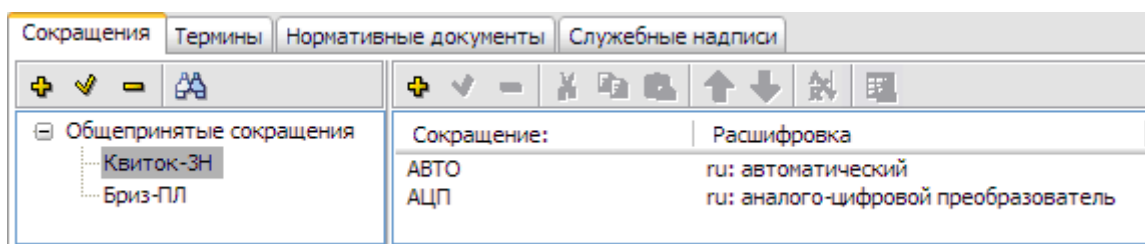

Рис. 7.13
6. Нажмите на кнопку **Импорт**. В правом окне редактора появятся импортированные сокращения (Рис. 7.13).